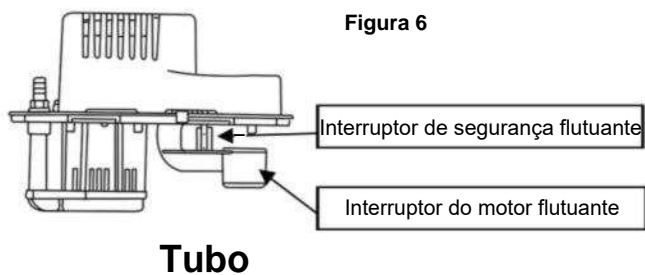

Figura 6
2. Certifique-se de que as boias movem-se livremente. Limpe conforme o necessário (Figura 6).
3. Teste o interruptor do motor levantando o interruptor de boia do motor com o dedo (Figura 6). O motor deve ser ligado imediatamente antes que os contactos do flutuador sejam cobertos.